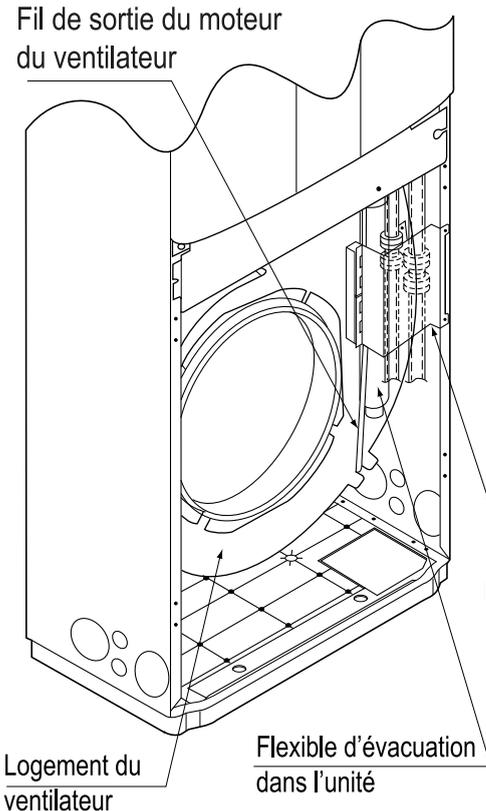

Fig. 12
- Détachez la retenue de tuyau. **(Reportez-vous à la Fig. 12)**
- Une fois les travaux de tuyauterie de fluide frigorigère et de câblage électrique terminés, fixez la tuyauterie de réfrigérant, le flexible d'évacuation de l'unité intérieure, le câblage de raccordement entre les unités intérieure et extérieure et le fil de mise à la terre au moyen de la plaque de retenue pour tuyauteries (**reportez-vous à la Fig. 12**). La tuyauterie de fluide frigorigère qui pénètre dans l'unité intérieure peut alors entrer en contact avec la grille d'aspiration. Veillez par conséquent à ne pas rallonger la tuyauterie de fluide frigorigère au niveau de la plaque de retenue de la tuyauterie (pour les travaux de câblage électrique, reportez-vous au chapitre "8. TRAVAUX DE CÂBLAGE ÉLECTRIQUE").